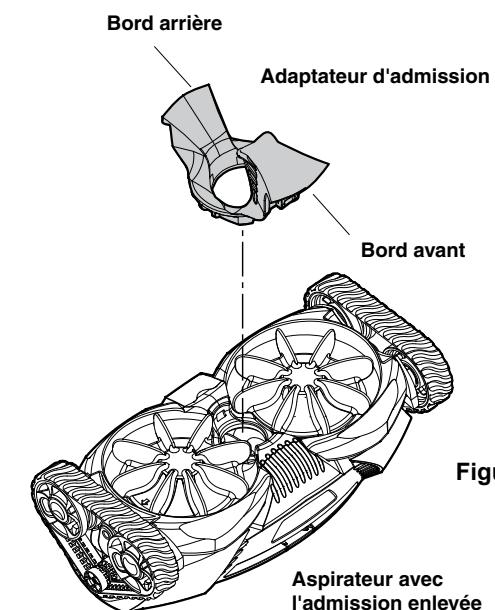

Figure 12
- Mode de nettoyage des gros débris (figure 11)** : Pour aspirer les débris plus gros tels que les feuilles. Retourner l'aspirateur au mode d'usine (petits débris) après chaque instance de nettoyage (figure 12).